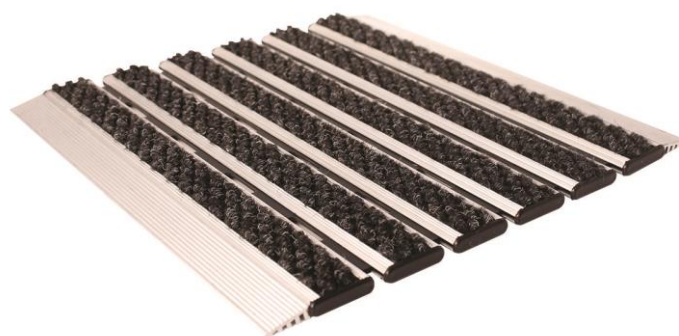

Рис. 3 – Половик на алюминиевой основе низкопрофильный, 12мм, с чистящими вставками третьей ступени очистки (алюминиево-ворсовый), с двухсторонним обрамлением.
Представляет собой алюминиевый половик, преимущественно низкопрофильный (рис. 3), с чистящими вставками третьей группы (см. таблица 1), или комбинированный.
- низкопрофильный половик – двухстороннее обрамление (рис. 3).